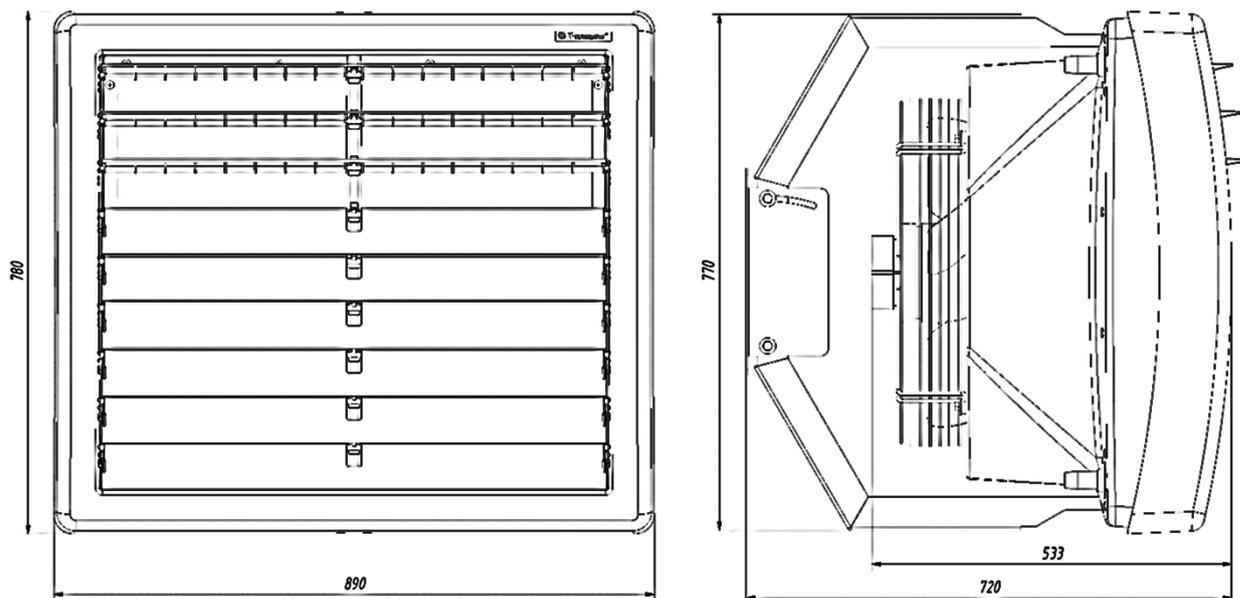

Рис. 7 Электрическая схема подключения пульта управления
- б) Подключить кабель 5x0,5мм² к пульту управления в соответствии с цветовой маркировкой проводов кабеля управления и клеммной колодки пульта (рис. 7). Клемма 1 пульта управления предназначена для подключения катушки привода регулирующего клапана (см. Паспорт на смесительный узел).